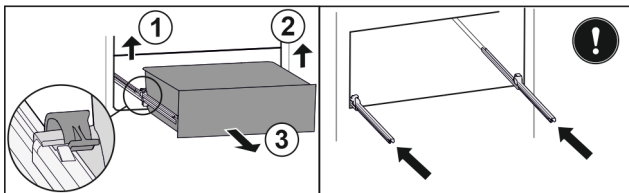

Fig. 136
- ▶ Підняти лівий затискач і одночасно висувний ящик ліворуч потягнути вперед. Fig. 136 (1)
- ▶ Підняти правий затискач і одночасно висувний ящик праворуч потягнути вперед. Fig. 136 (2)
- ▶ Вийняти висувний ящик рухом вперед. Fig. 136 (3)